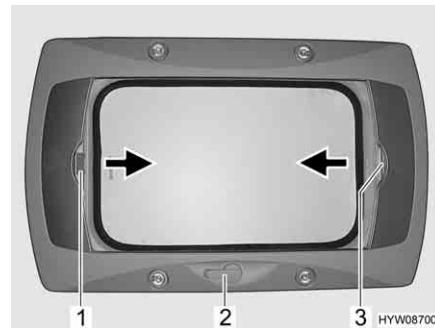

Fig. 46 Oblò a manovella
- Apertura:** ■ Ruotare la manovella (Fig. 46,2) fino a quando non si incontra resistenza.
- Chiusura:** ■ Tirare la tendina oscurante pieghevole per la maniglia (Fig. 46,3) nella direzione della freccia fino alla posizione desiderata e rilasciare. La tendina oscurante pieghevole rimane in questa posizione.
- Chiusura:** ■ Tirare la zanzariera a rullo per la maniglia (Fig. 46,1) nella direzione della freccia verso la maniglia contrapposta della tendina oscurante pieghevole (Fig. 46,3) e farla innestare.
- Apertura:** ■ Tirare la maniglia della zanzariera a rullo (Fig. 46,1) dietro, verso l'alto, e sganciare la zanzariera a rullo dalla tendina oscurante pieghevole (Fig. 46,3).